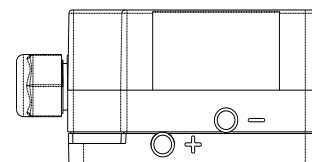

图 5
2. 软管连接。配件中提供了一条长 2m, 内径 5.0mm 的塑料软管, 可视现场情况裁剪使用。建议用尽可能短的软管, 连接上述连接附件和开关体上的压力接口。高压端接到“+”口, 位于开关体的底部。低压端接到“-”口, 位于开关体的中部, 如图 5。